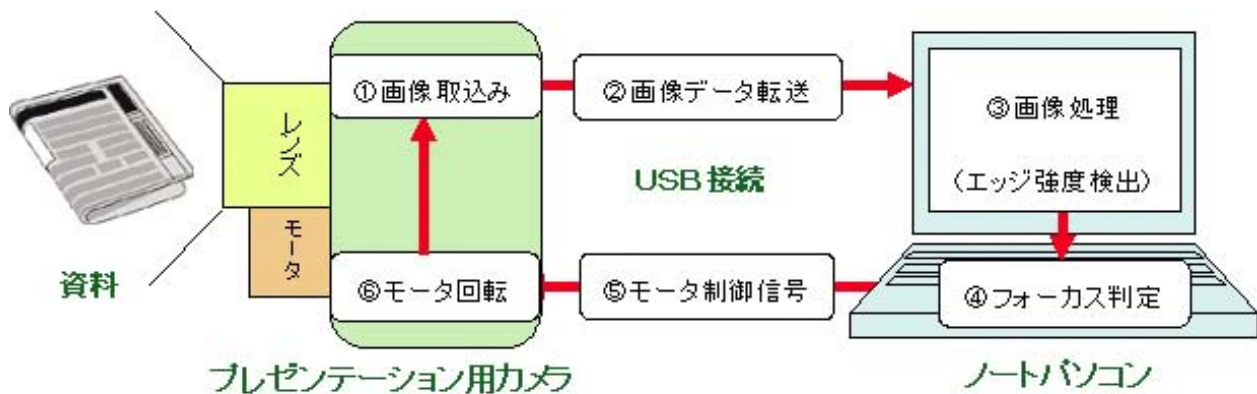

図1 オートフォーカス機構の仕組み
- ①カメラで資料を撮影し、画像を取込みます。
- ②パソコンに画像データを転送します。
- ③画像処理を行い、画像のエッジ強度を検出します。
- ④エッジ強度が最大値の場合、焦点が合っています。エッジ強度の値が小さいとき
- ⑤カメラにモータ制御信号を送ります。
- ⑥モータを回転してレンズの焦点距離を変えます。ソフトウェア制御により、①～⑥を自動で繰り返すことでオートフォーカスを実現しています。(図1)